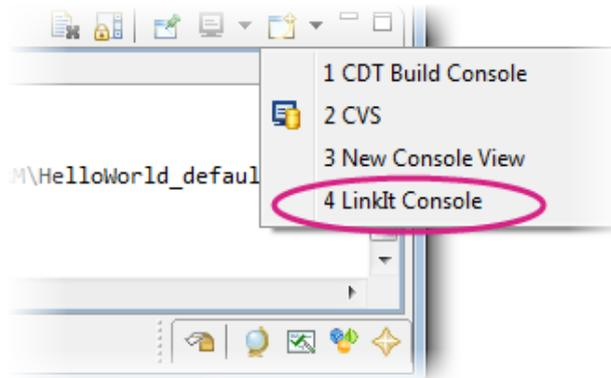

图 23 Eclipse 内的 LinkIt 控制台
- 2) Eclipse 的 IDE 将构建并上传应用程序。完成之后，结果将显示在控制台（console）面板上。如果您要查看构建和上传记录，请更改控制台视图至 LinkIt 控制台，如图 23。